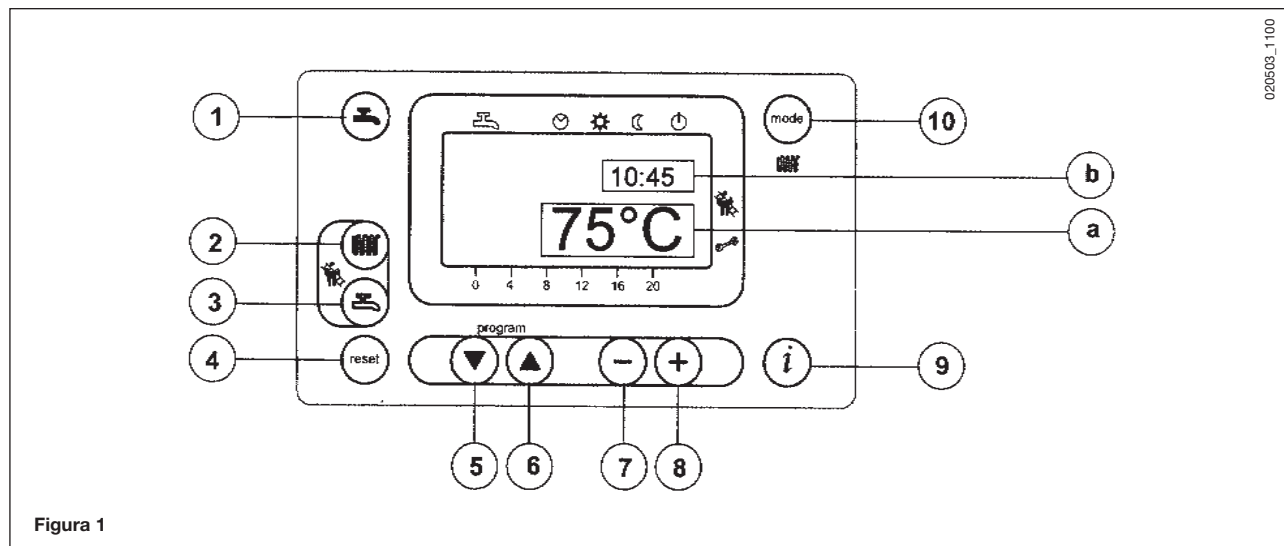
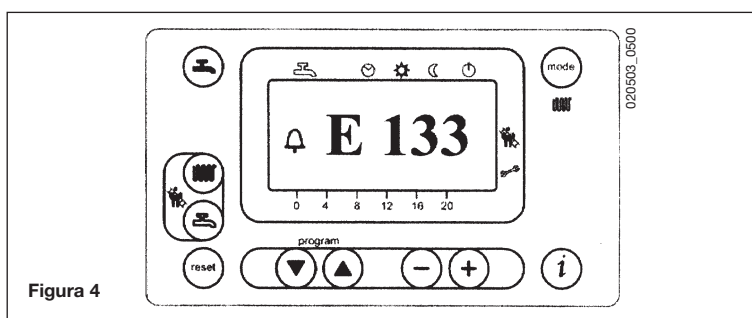
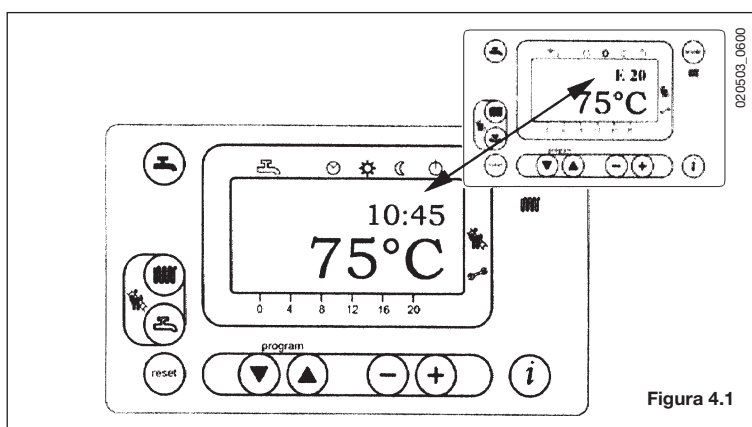

Figura 1
Figura 4
Figura 4.1
- Premere il tasto  (2- figura 1) per impostare la temperatura dell'acqua di riscaldamento;
- premere uno dei due tasti   (1 o 10 - figura 1) per memorizzare e ritornare al menù principale.
N.b – Con sonda esterna collegata, mediante il tasto  (2 – figura 1) è possibile effettuare la traslazione della curva di riscaldamento. Premere i tasti   per diminuire o aumentare la temperatura ambiente del locale da riscaldare.
- Premere il tasto  (3- figura 1) per impostare la temperatura massima dell'acqua sanitaria;
Sul display principale (figura 1 a) compaiono le segnalazioni di anomalia assieme al simbolo  (figura 4).
Sul display secondario (figura 1 b) compaiono le segnalazioni di anomalia e l'ora che si alternano lampeggiando (figura 4.1). Non è possibile resettare le segnalazioni di anomalia che compaiono sul display secondario in quanto deve essere prima rimossa la causa che ne ha provocato la segnalazione.